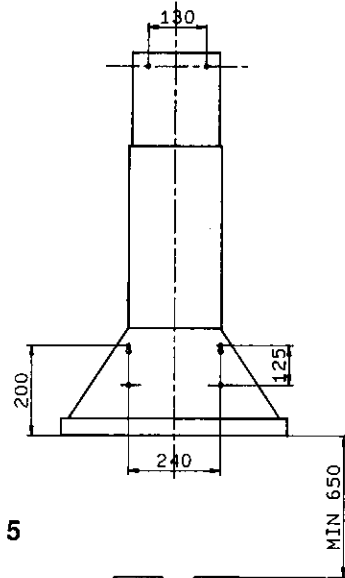

FIG. 5
- 1) Définir la distance entre la hotte et le plan de cuisson (Fig. 5), assurez vous qu'aucune installation existante ne risque d'être touchée.